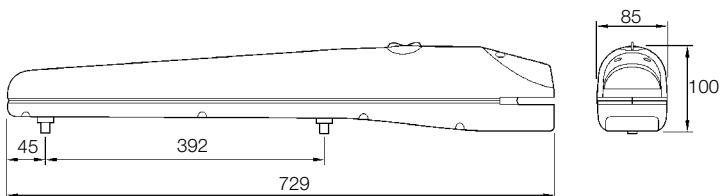

Figura 10
- Verificare i limiti di ingombro facendo riferimento alla Figura 10.